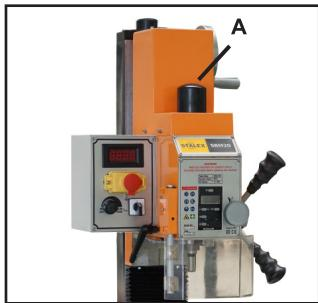

Рис. 14
2. Снять крышку зажимной тяги на крышке двигателя (A, Рис. 14).